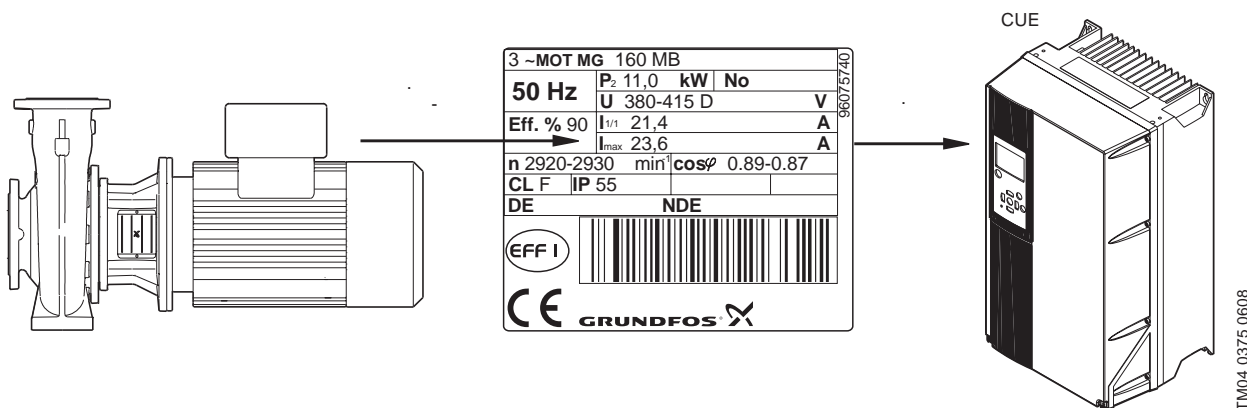

Рис. 143 Подбор CUE на основании максимального тока электродвигателя.
Номинальный типоразмер CUE определяется быстро и точно на основании максимального тока электродвигателя. См. рис. 143.
- Максимальный ток электродвигателя составляет 23,6 А. См. рис. 143.